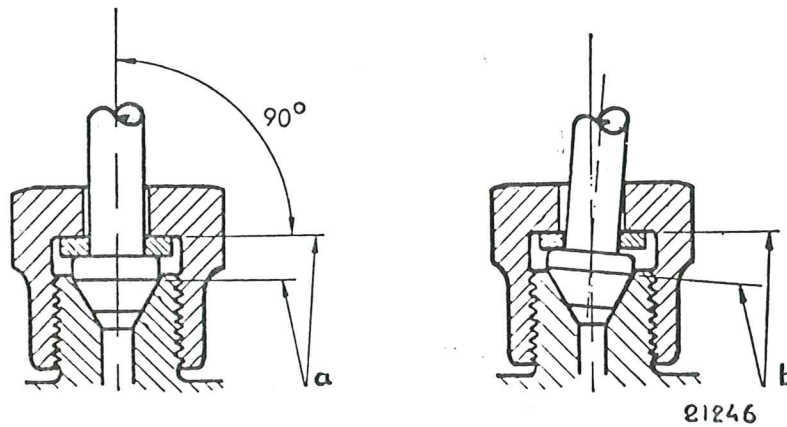

Fig. 17.
4. Anslut tryckröret. Se till att konan kommer rätt, se fig. 17.